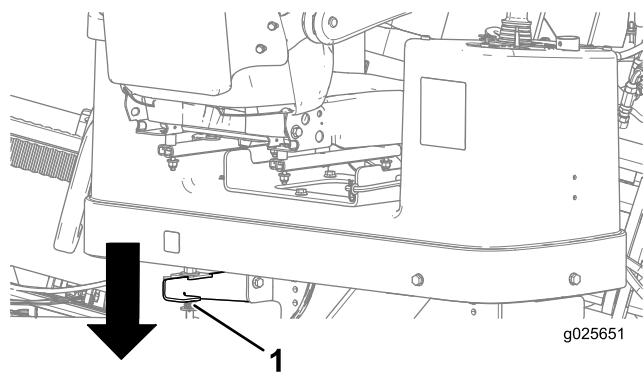

Figura 79
5. Empurre para baixo a trava traseira de fixação da plataforma do operador e puxe a plataforma para fora até a posição desejada, certificando-se de que seja novamente travada nessa posição (Figura 79).